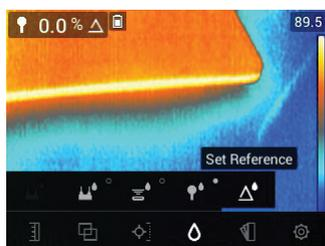

Figure 7.12 Sélection du mode « Définir référence ».
1. Sélectionnez le mode « Définir une référence » dans le menu (*mode Humidité/Définir une référence*  ; voir la **Figure 7-12** ci-dessus. Ce mode est uniquement disponible pour les mesures sans broche, avec la sonde d'humidité à bille MR12 en option.